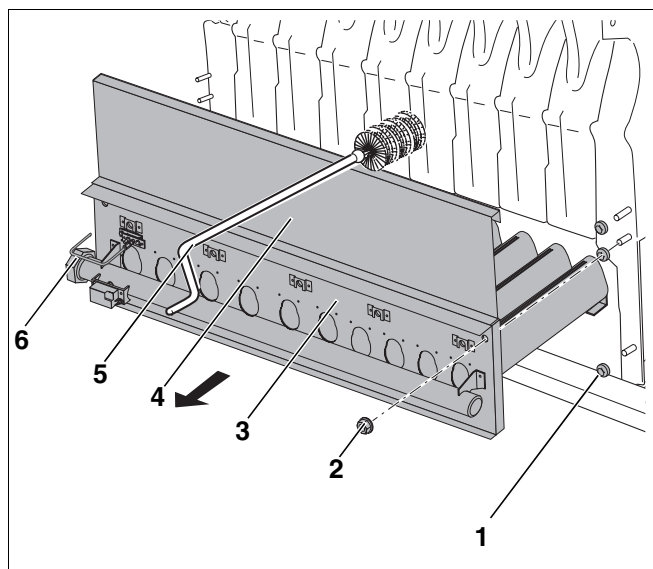
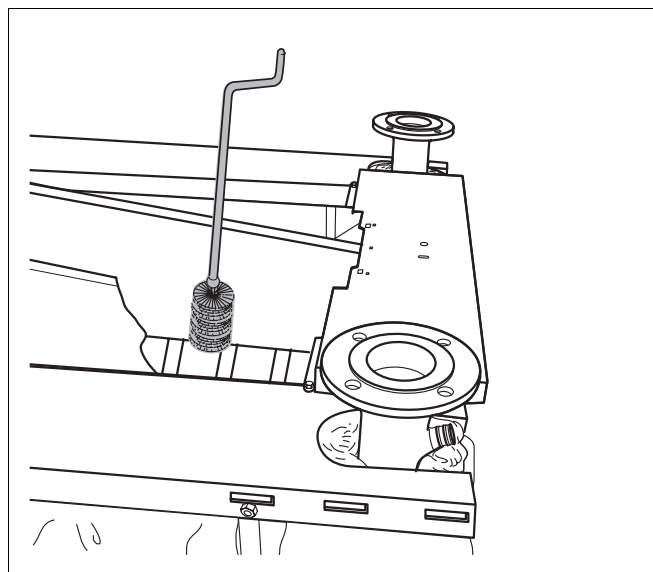

Рис. 17 Демонтаж газовой горелки и чистка котлового блока
Рис. 18 Чистка щетками
- Отсоединить горелку от газовой арматуры в месте резьбового соединения (рис. 17, поз. 6).
- Открутить крепежные гайки (рис. 17, поз. 2) на щитке (рис. 17, поз. 3) и вынуть газовую горелку.
При демонтаже горелки обратите внимание на то, чтобы промежуточные кольца (рис. 17, поз. 1) остались на шпильках.
Крышку для чистки (рис. 17, поз. 4) можно снять только после демонтажа газовой горелки.
- Открутить гайки (рис. 17, поз. 4) и снять крышку для чистки.
- Газоотводящие каналы прочистить щетками много раз поступательными движениями из стороны в сторону (в горизонтальном направлении) и сверху (см. рис. 17 и рис. 18).